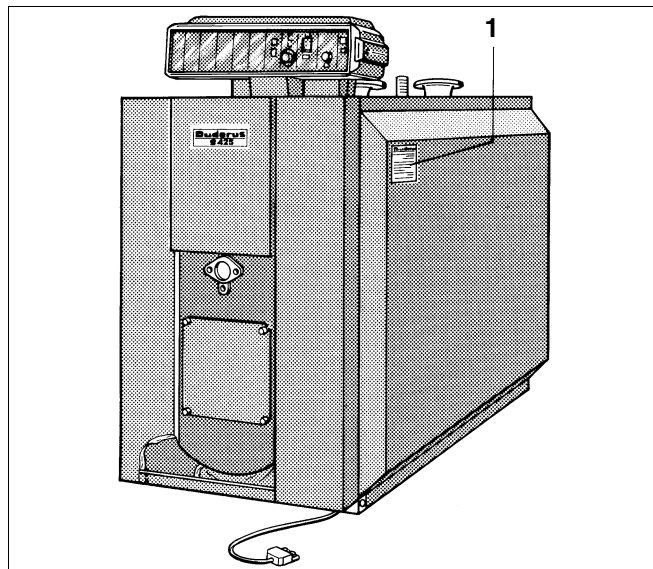

Fig. 21 Tăbliță de identificare produs respectiv tip produs
- Prindeți tăblița de identificare produs în partea din față a cazanului (fig. 21).
- Prindeți tăblița de identificare tip produs de peretele lateral al cazanului (fig. 21, **poz. 1**).